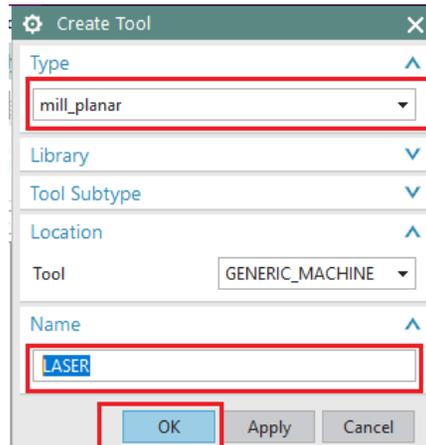

Figura 3.22 Ventana Create Tool
- En la ventana **Create Tool**, modificar la opción de **Type** a **mill_planar** y en **Name** a LASER (Figura 3.22).